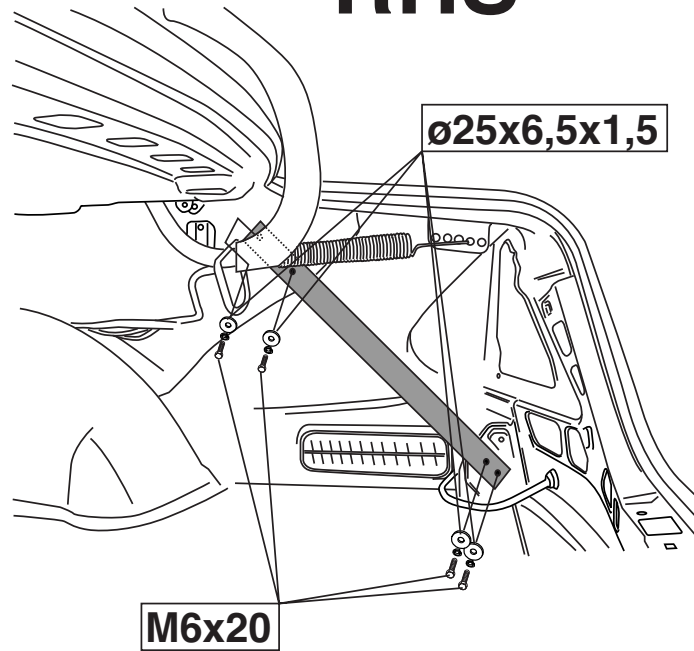

Fig. 1
3. Установить опоры E и F в точках. См. рисунок 1.